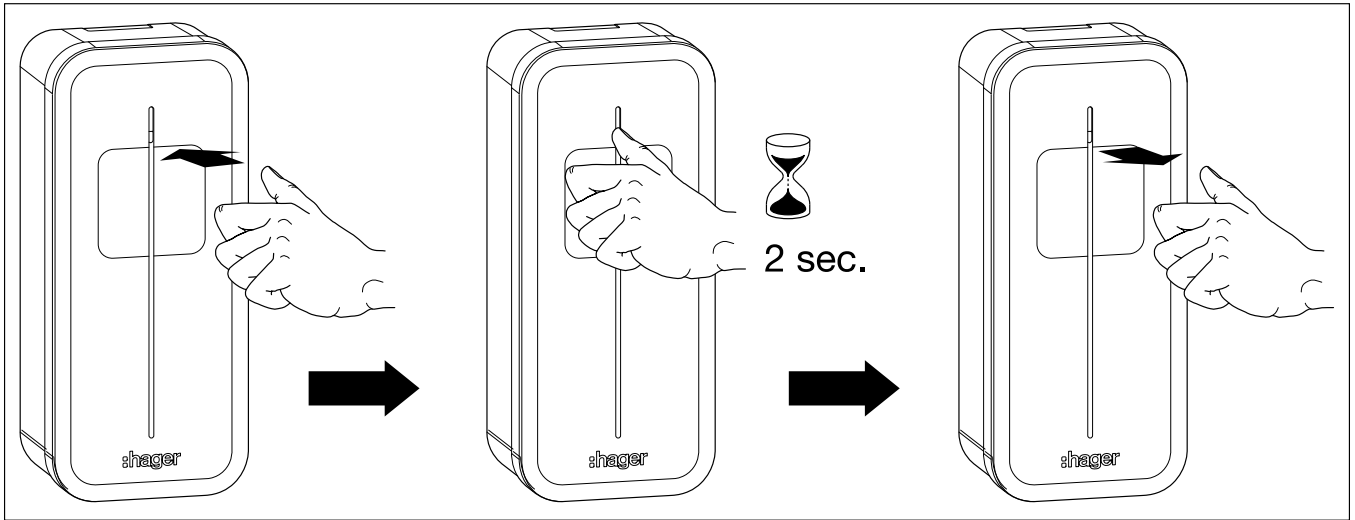

Fig. 32: Acelerar o processo de carregamento no posto de carregamento
- Manter premido o botão sensor com o polegar durante cerca de 2 segundos (sensor tátil) e soltá-lo novamente (Fig. 32).